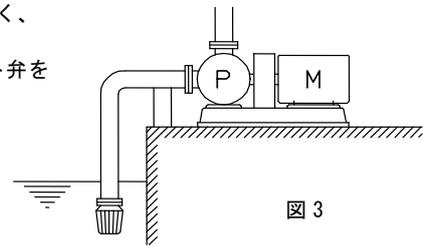

図 3
- 3) 吸込管は図3のように、なるべく短く、かつ、曲りを少なくし、仕切弁は設けないようにしてください。